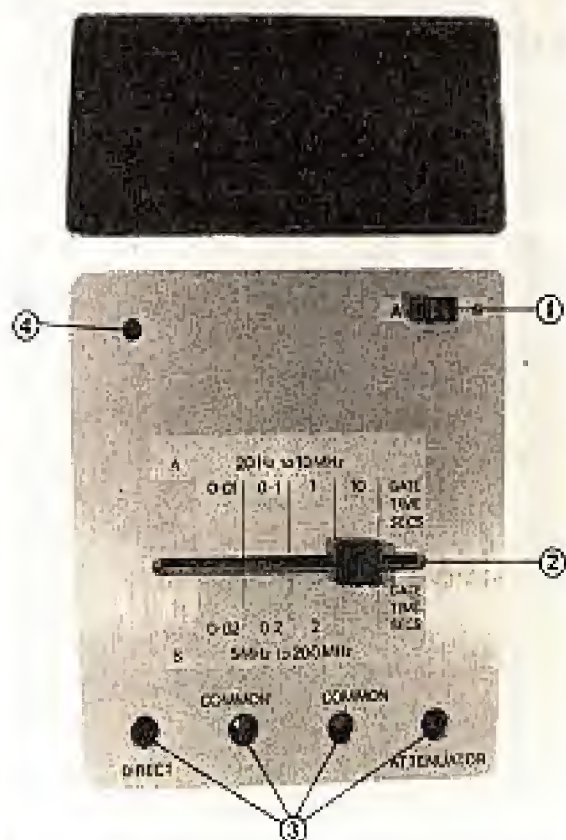

Fig. 1
La figure 1 représente le schéma de principe de cet appareil et nous pouvons le décomposer ainsi :
2 mètres, malgré leurs dimensions réduites. Sur la façade grise, deux commutateurs sélectionnent les gammes de mesure. La photographie de la figure 1 précise d'ailleurs le rôle des différents éléments de cette façade conformément aux références ci-dessous :
1) Dans l'amplificateur linéaire faisant l'objet de la figure 1, page 301, n° 1486, le